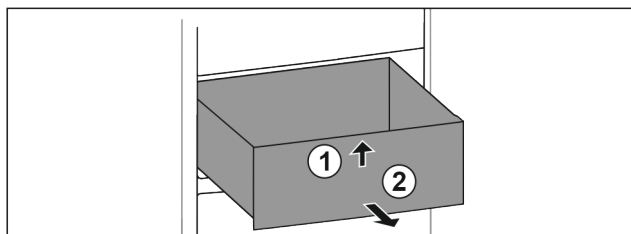

Fig. 96
- ▶ Ridicați sertarul în față. Fig. 96 (1)
- ▶ Extrageți sertarul spre înainte. Fig. 96 (2)